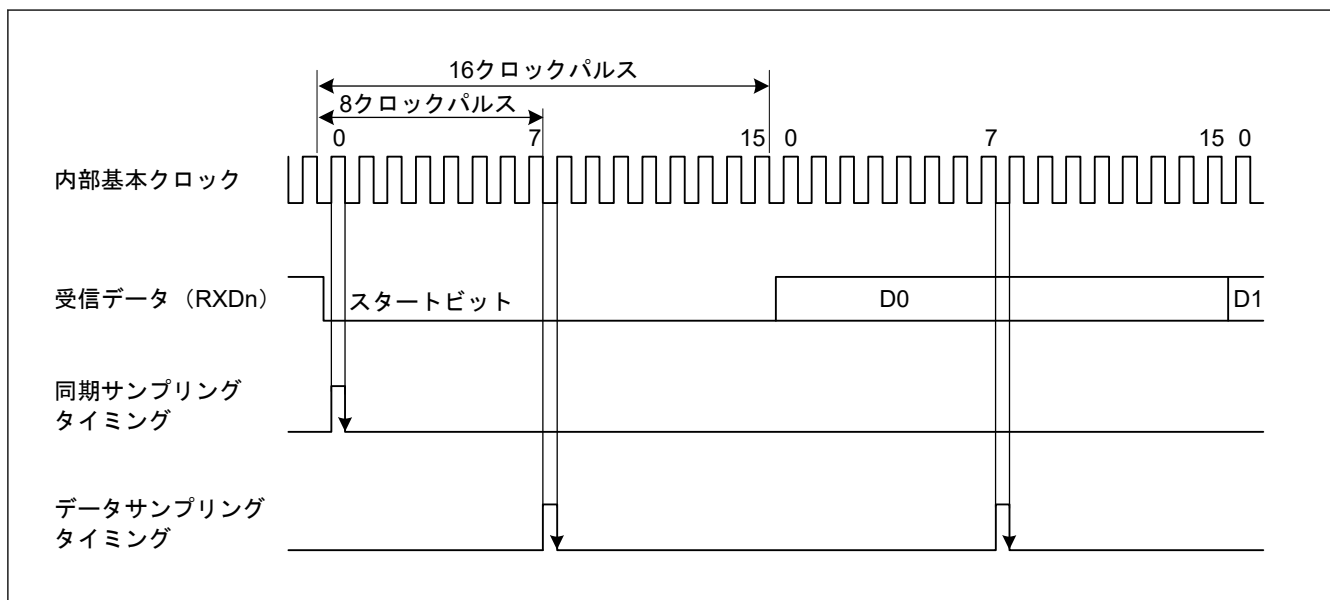

図 27.4 調歩同期式モードでの受信データサンプリングタイミング
また、図 27.4 に示すように、受信データは基本クロックの 8 パルス目(注1)の立ち上がりエッジでサンプリングされるため、各ビット（サンプリング時間を調整しない場合（SPTR.ASEN = 0））の途中でデータが取り込まれます。調歩同期式モードでの受信マージンは以下の式 (1) のように表すことができます。
スタートビットの決定条件は、Low 状態がビットの中間点より後ろまで続くことです。サンプリングタイミングと同様です。図 27.4 では、スタートビットを検出するためには Low 状態が 8 サイクルより長く続く必要があります。Low 状態が 8 サイクルより長く続かなかった場合は、IP はこれをノイズと判断します。したがって IP はスタートビットの受信待機をしません。